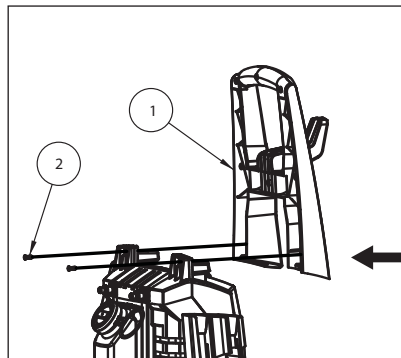

Figure 5 - Fixer la poignée (PW190100 seulement)
3. Fixer la poignée (1) sur l'unité avec 2 vis Phillips (voir la figure 5).